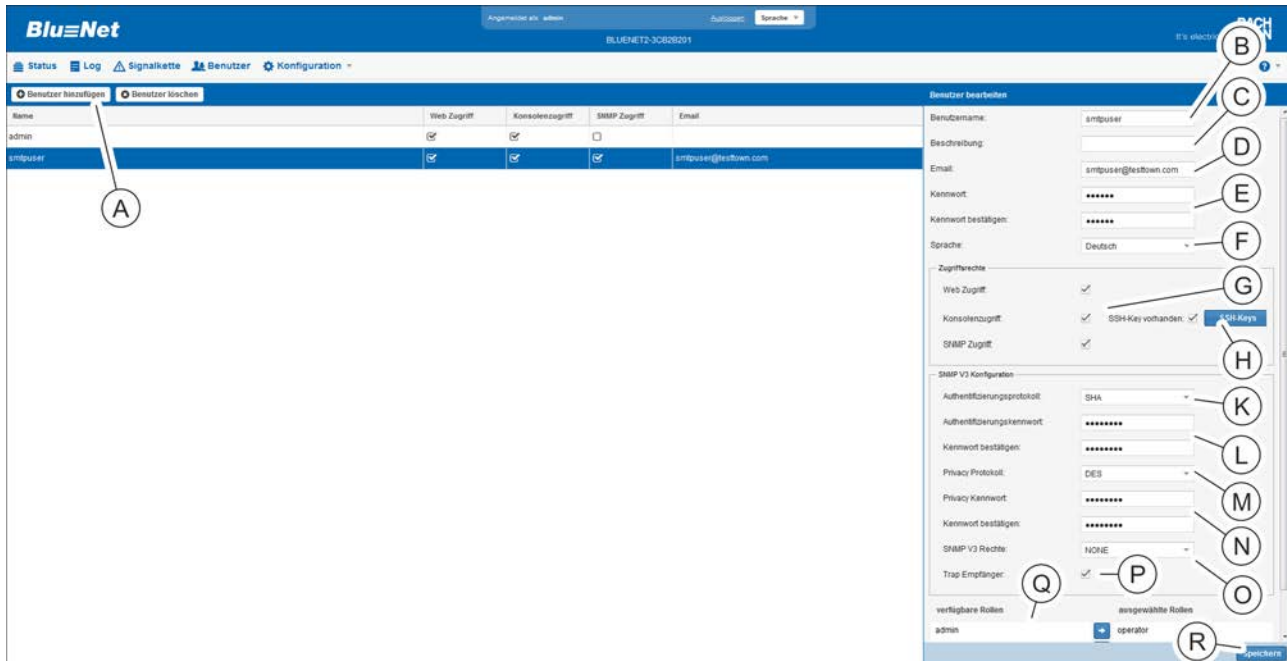
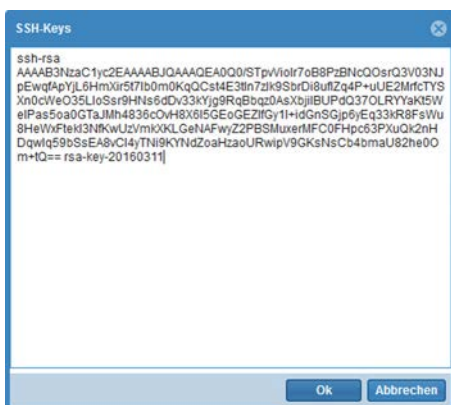

Abb. 239: Menü "Benutzer"
Abb. 240: SSH-Key einfügen
2. Über die Schaltfläche „Benutzer hinzufügen“ (Abb. 239/Ⓐ) einen neuen Benutzer anlegen.
3. Benutzernamen eingeben (Abb. 239/Ⓑ).
4. Bei Bedarf eine Beschreibung für den Benutzer eingeben (Abb. 239/Ⓒ).
5. ➔ E-Mail-Adresse eingeben (Abb. 239/Ⓢ).
6. ➔ Kennwort eingeben und bestätigen (Abb. 239/Ⓢ).
7. ➔ Sprache auswählen (Abb. 239/Ⓢ).
8. ➔ Über die Checkboxes Zugriffsrechte für „Web Zugriff“, „Konsolenzugriff“ und/oder „SNMP Zugriff“ erteilen (Abb. 239/Ⓢ).
9. ➔ Über die Schaltfläche „SSH-Keys“ können für Key-basierte SSH-Anmeldungen SSH-Keys hinterlegt werden (Abb. 239/Ⓢ). Einen oder mehrere SSH-Keys in das Fenster „SSH-Keys“ (Abb. 240) kopieren und mit der Schaltfläche „OK“ bestätigen.
10. ▶ Im Bereich „SNMP V3 Konfiguration“ bei Bedarf ein Authentifizierungsprotokoll auswählen (Abb. 239/ⓧ).
11. ▶ Authentifizierungskennwort eingeben und bestätigen (Abb. 239/Ⓞ).
12. ▶ Bei Bedarf ein Privacy-Protokoll auswählen (Abb. 239/Ⓜ).
13. ▶ Ein Privacy-Kennwort eingeben und bestätigen (Abb. 239/Ⓝ).
14. ▶ SNMP-V3-Rechte erteilen (Abb. 239/Ⓞ).
15. ▶ Checkbox „Trap Empfänger“ aktivieren, wenn der Benutzer als Trap-Empfänger verfügbar sein soll (Abb. 239/Ⓞ).
16. ▶ Im Feld „verfügbare Rollen“ eine Benutzerrolle auswählen und über die Schaltfläche „→“ ins Feld „ausgewählte Rollen“ schieben (Abb. 239/Ⓞ).
17. ▶ Einstellungen über die Schaltfläche „Speichern“ (Abb. 239/Ⓞ) übernehmen.